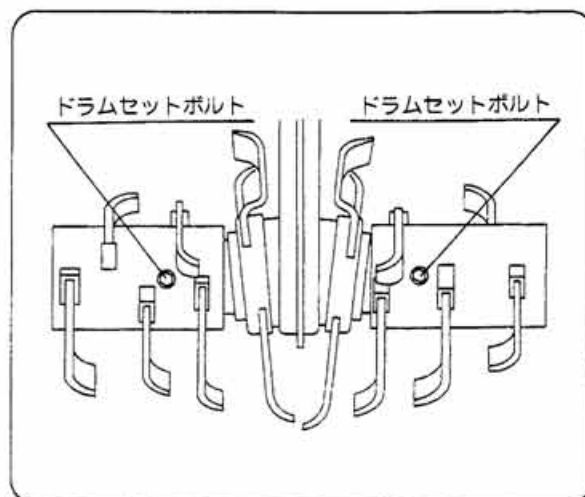

図42
- ① ドラムローター（左右）のセットボルト（左右各1本）をゆるめドラムローターを外してください。（図42）